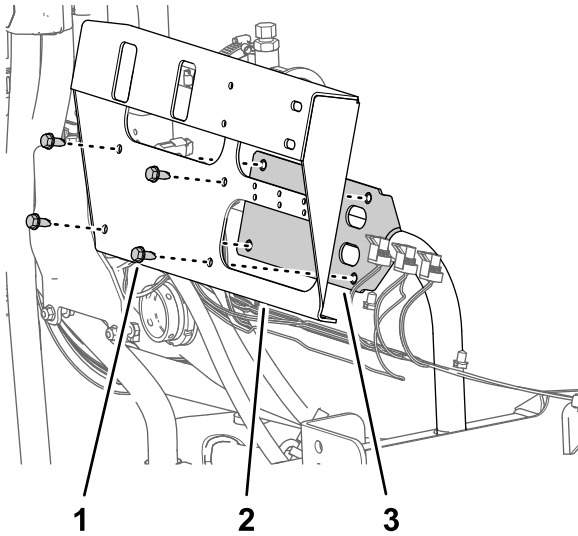

図 71
3. boomバルブブラケットをバルブマウントに固定しているフランジヘッドねじ5/16 x 3/4 インチ4本を取り外して、バルブブラケットを外す 図 71。